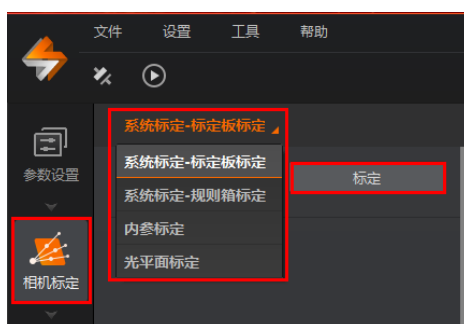

图3-12 系统标定-标定板标定
3. 在客户端左侧配置栏选择“相机标定”，下拉选择标定方式为“系统标定-标定板标定”，如 图3-12 所示。